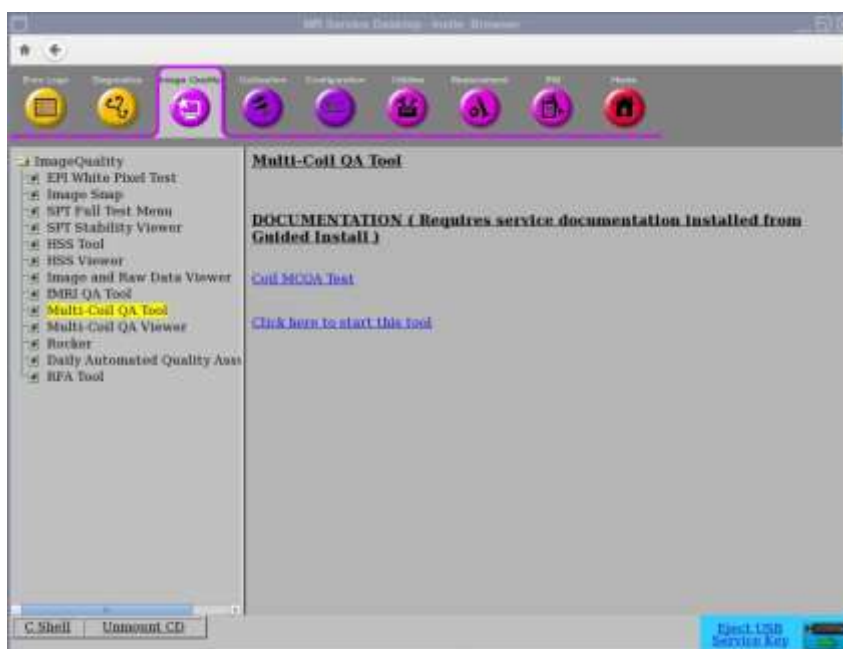

Abbildung 1
1. Vom Common Service Desktop (CSD) (Gemeinsame Benutzeroberfläche) gehen Sie zum Service Browser (Service-Browser) und wählen [Image Quality] (Bildqualität) „Multi-Coil QA Tool“ (Mehrspulen-Qualitätssicherung) und dann „Click here to start this tool“ (Hier klicken, um das Tool zu starten), wie in Abbildung 1 dargestellt.